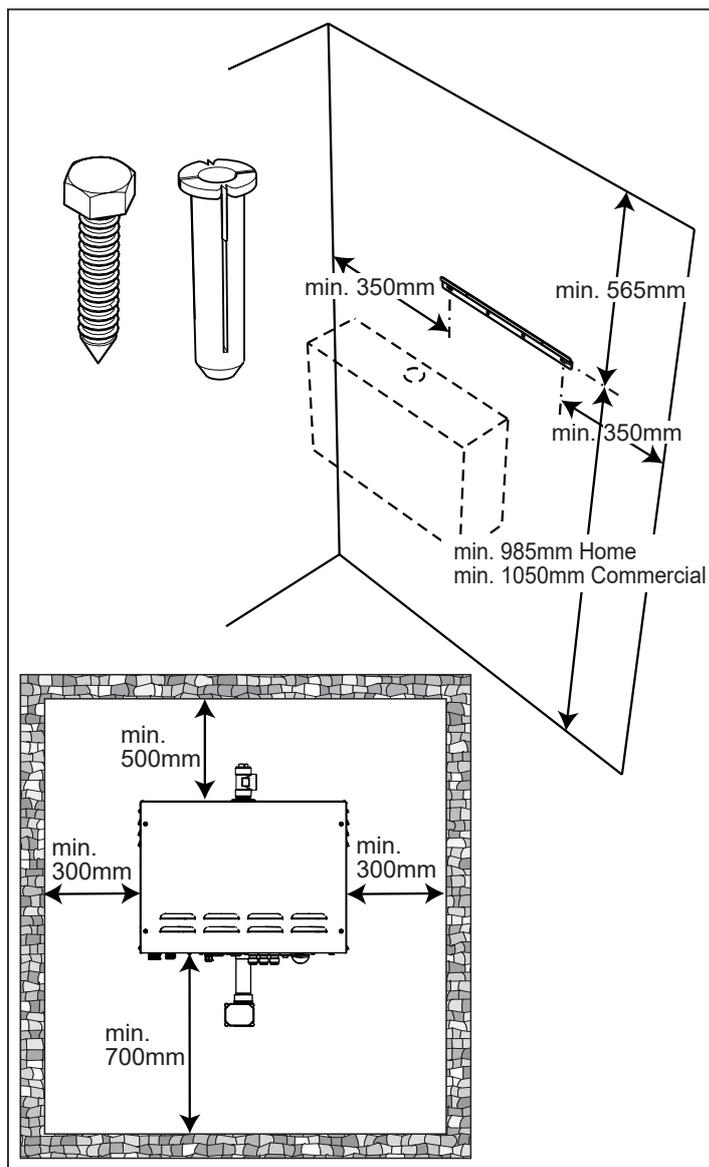

Fig. 3 Upphängning av ånggeneratorm
- Ånggeneratorns placering – se fig 3, 4, 5
Var noga med att respektera de monteringsavstånd som finns angivna (Fig. 3, 4). Dessa är tilltagna för att möjliggöra underhåll och service.